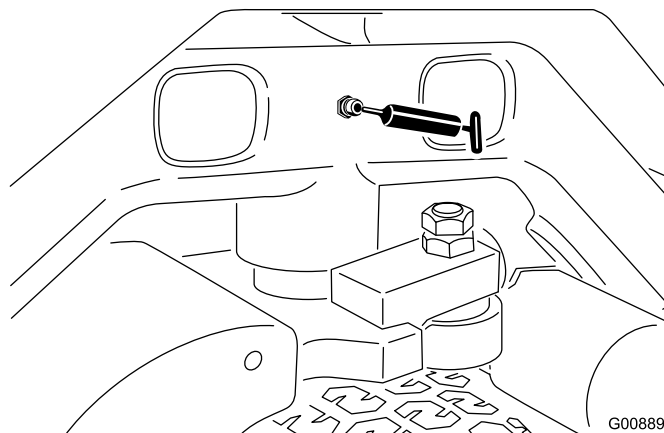

Figure 54
- Pivot de direction (Figure 54)